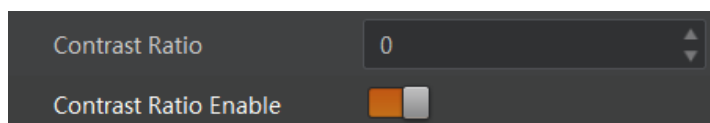

图10-28 对比度设置
2. 在 *Contrast Ratio* 参数中输入需要设置的数值，参数范围为 0 ~ 100，如 图 10-28 所示。